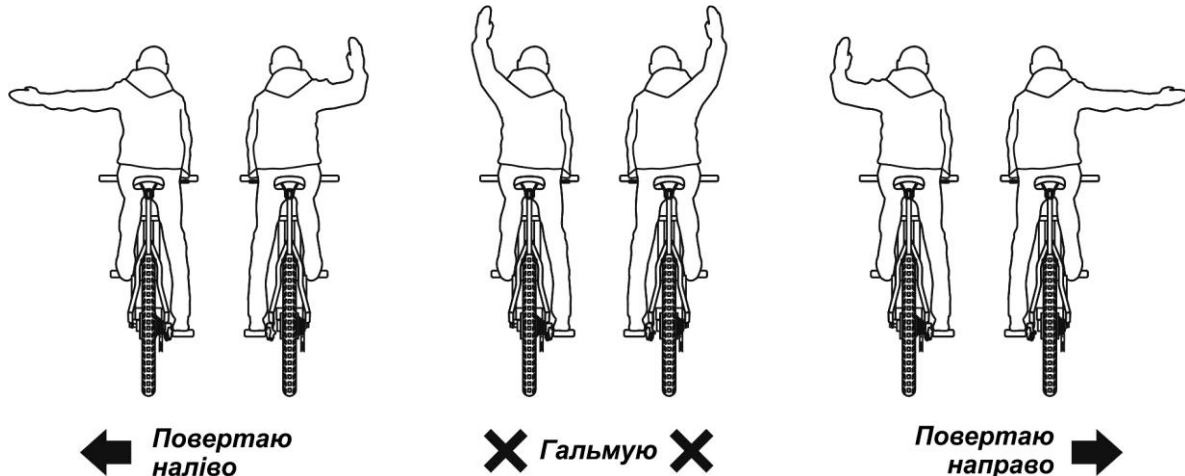

Рисунок 2. Сигнали руками під час руху
4.5.2. Під час руху треба використовувати відповідні сигнали руками (рис. 2) для інформування інших учасників дорожнього руху про Ваші наміри змінити напрямок руху або зупинитися.